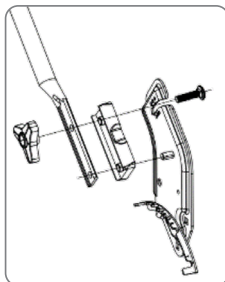

Abb. 1
1. Nehmen Sie den unteren Lenker heraus; setzen Sie die Isolierplatte separat auf die linken und rechten Handgriffhalter. Richten Sie alle Teile aus und ziehen Sie sie mit den 2* M8×35 Schlossschrauben fest, die mit dem Dreieck-Verriegelungsknopf kompatibel sind (Abb. 1). (Achtung: Ersetzen Sie die M8×35-Schrauben durch M8×26-Schrauben für das Modell mit manuellem Schieben und verwenden Sie keine Isolierplatte.)